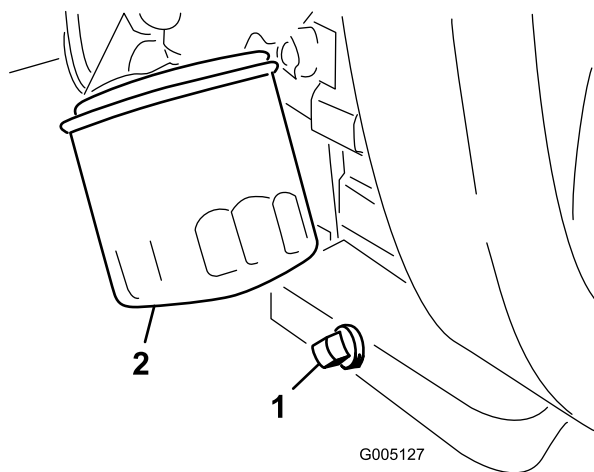

Bild 34
1. Entfernen Sie die Ablassschraube (Bild 34) und lassen das Öl in ein Auffanggefäß ab. Schrauben Sie die Ablassschraube wieder ein, nachdem das Öl abgelassen ist.
- Entfernen Sie den Ölfilter (Bild 34). Ölen Sie die neue Dichtung am Ölfilter leicht mit frischem Öl ein.